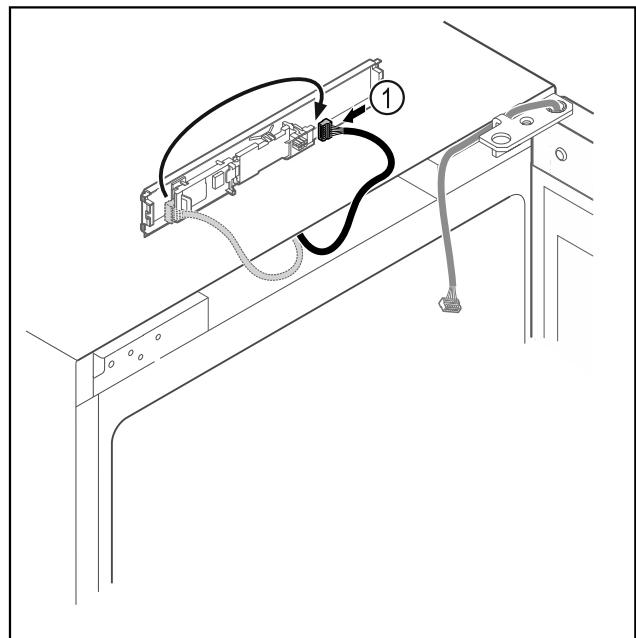

Fig. 20
- Преместете щекера Fig. 20 (1) на платката.